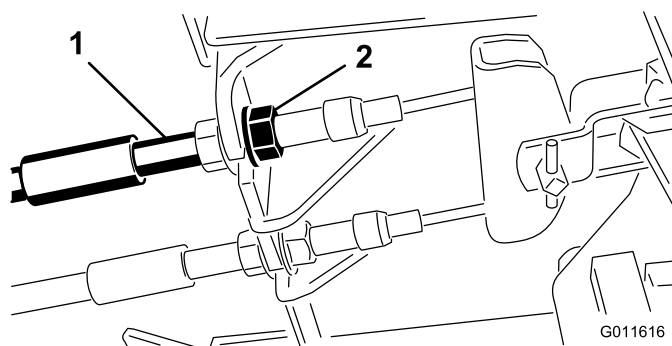

図 43
1. 遊びを減らすブレーキを締めるには、ブレーキケーブルのネジ山の前ナットをゆるめ、後ろのナットを締める (図 43)。